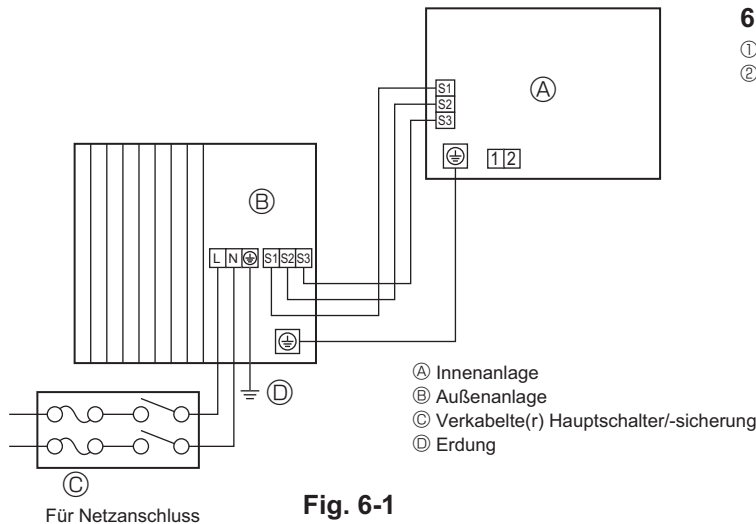
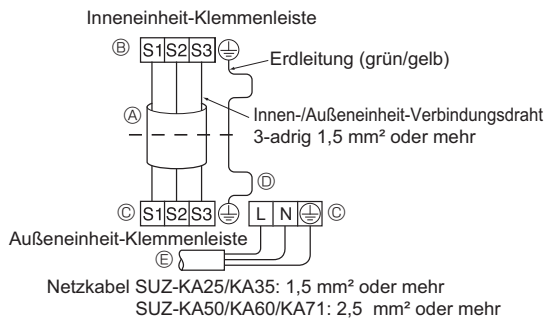
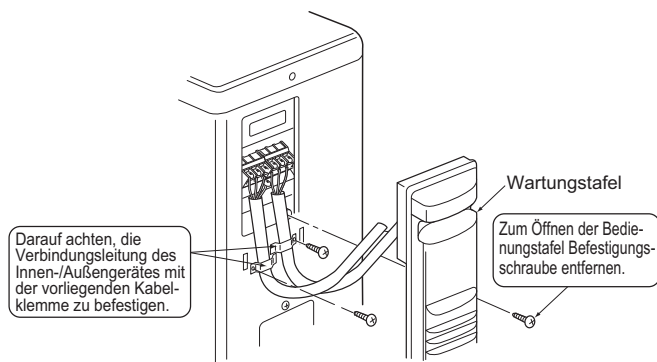
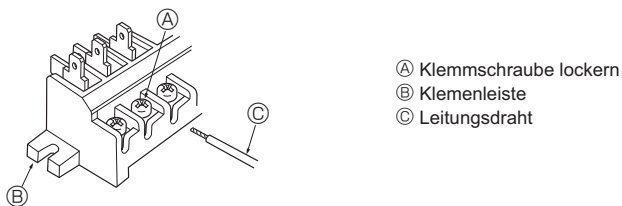

Fig. 6-1
Fig. 6-2
Fig. 6-3
Fig. 6-4
### 6.1. Außeneinheit (Fig. 6-1, Fig. 6-2, Fig. 6-3, Fig. 6-4)
- Verdrahtung wie in der Abbildung links unten dargestellt vornehmen. (Kabel ist vor Ort zu beschaffen) (Fig. 6-2)
- **Sorgfältig darauf achten, Fehlverdrahtung zu verhindern. (Fig. 6-4)**